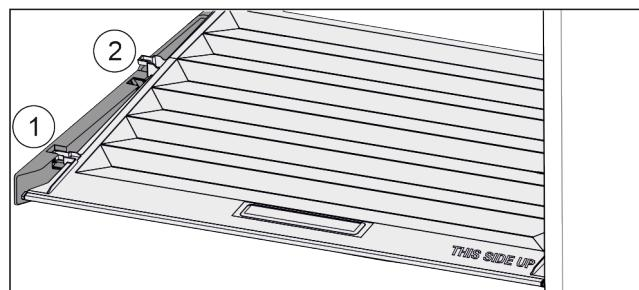

Fig. 44
- ▶ П отянуть крышку до отверстия в поддерживающих деталях вперед Fig. 44 (1).
- ▶ П однять сзади снизу и извлечь Fig. 44 (2) движением верх.